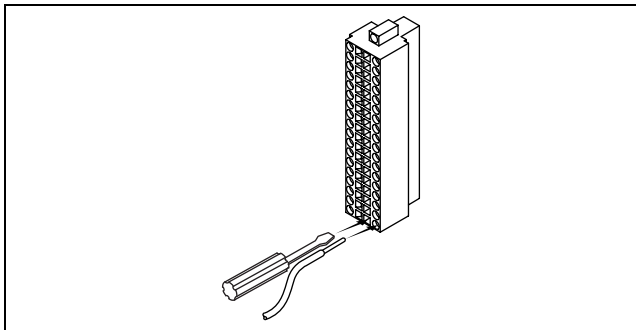

図 5 NI 9264 コネクタにワイヤを配線する
2.3 × 1.0 mm (0.09 × 0.04 in.) より小さい刃を持つマイナスドライバーを使って、取り外し可能なバネ端子コネクタにワイヤを配線してください。バネ式クランプアクティベーションスロットにドライバーを差し込んで、ワイヤを対応するコネクタ端子に押し込んだら、ドライバーを取り出してワイヤを端子に固定します。バネ端子配線の詳細については、「仕様」のセクションを参照してください。NI 9264 にワイヤを配線する図は、図 5 を参照してください。